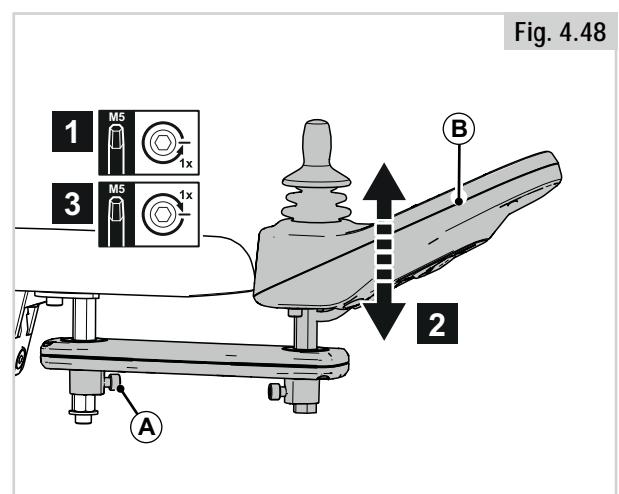
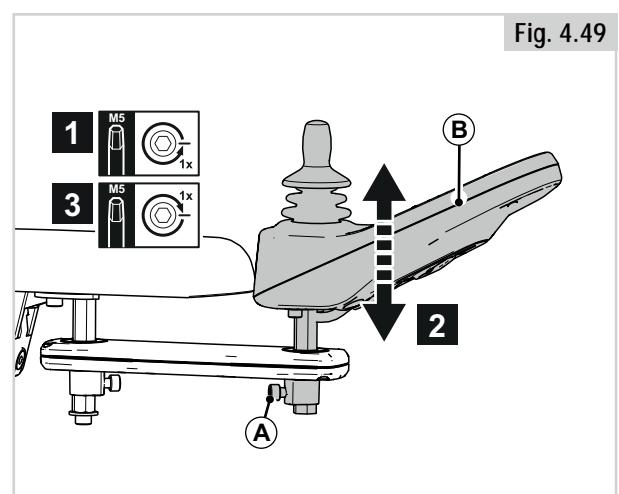

Fig. 4.48
Fig. 4.49
1. Lossa (A) ett varv.
2. Justera (B) till önskat läge.
3. Dra åt (A).
Höjd på styrenhet (1) (Fig. 4.48)
Höjd på styrenhet (2) (Fig. 4.49)
1. Lossa (C) ett varv.
2. Justera (D) till önskat läge.
3. Dra åt (C).